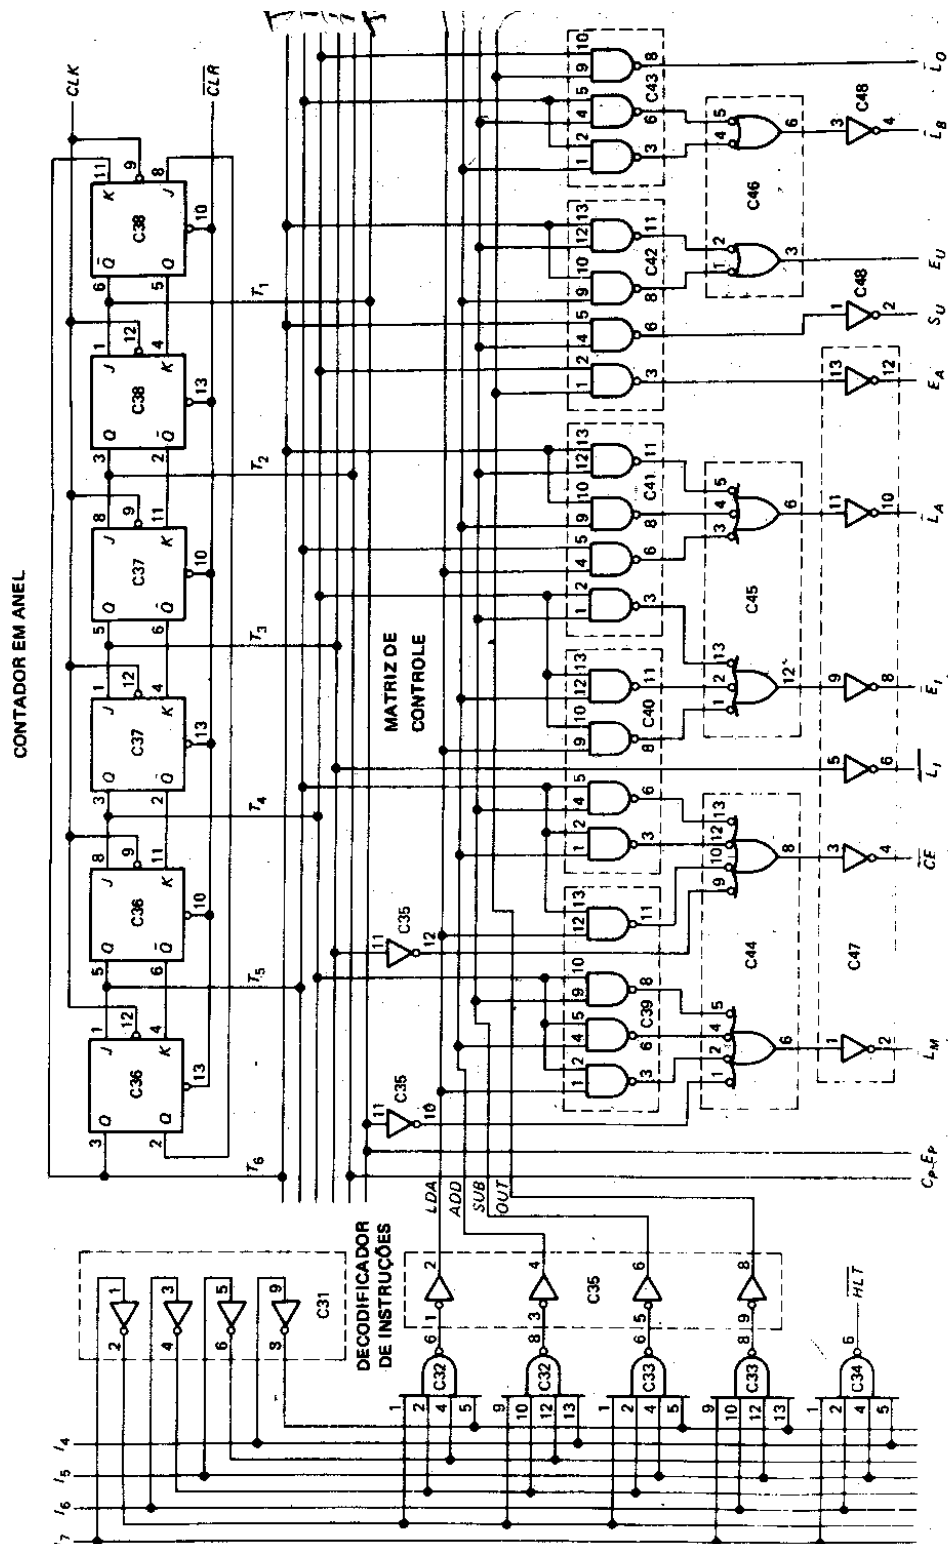

Fig 10-23
**10-12.** Com referência à Fig. 10-23, responder ao seguinte: